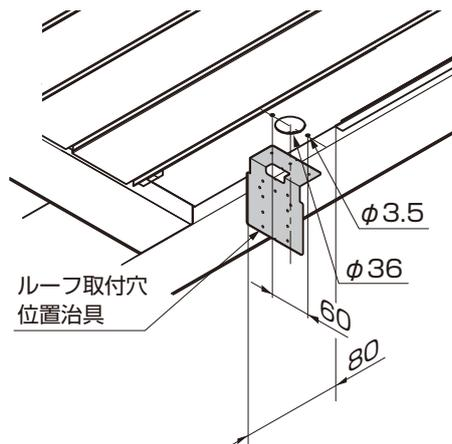

図11-79 A部詳細図
- ①ルーフ取付穴位置治具を樋にあて、ポンチ等でケガキφ3.5、φ36の穴を樋下部にあけてください。(図11-79参照)
- ②アタッチメントパッキン、雨樋アタッチメントを樋に【8-1】で取付けてください。
- ③縦樋の長さを調節して、ドレンエルボ、92°エルボを取付けてください。